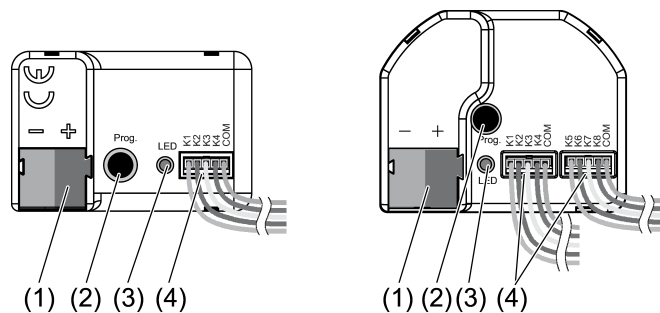

Bild 1: Geräteaufbau
- Bus mit einer KNX Anschlussklemme an KNX Anschluss (1) anschließen (siehe Bild 1).